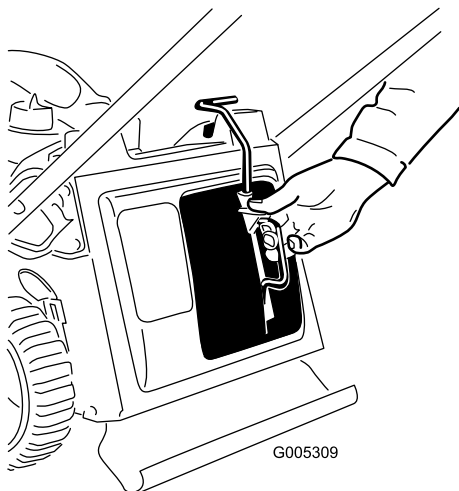

Рисунок 27
1. Снимите заглушку для мульчирования (Рисунок 27).